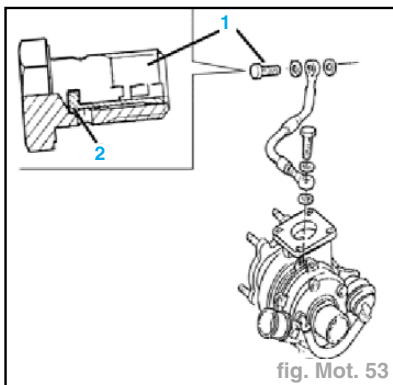

fig. Mot. 53
Nota : On devra remplacer l'embout (1) du raccord du flexible d'amenée d'huile au turbo (côté bloc moteur) car celui-ci est pourvu d'un filtre à huile (2) (fig. Mot. 53).